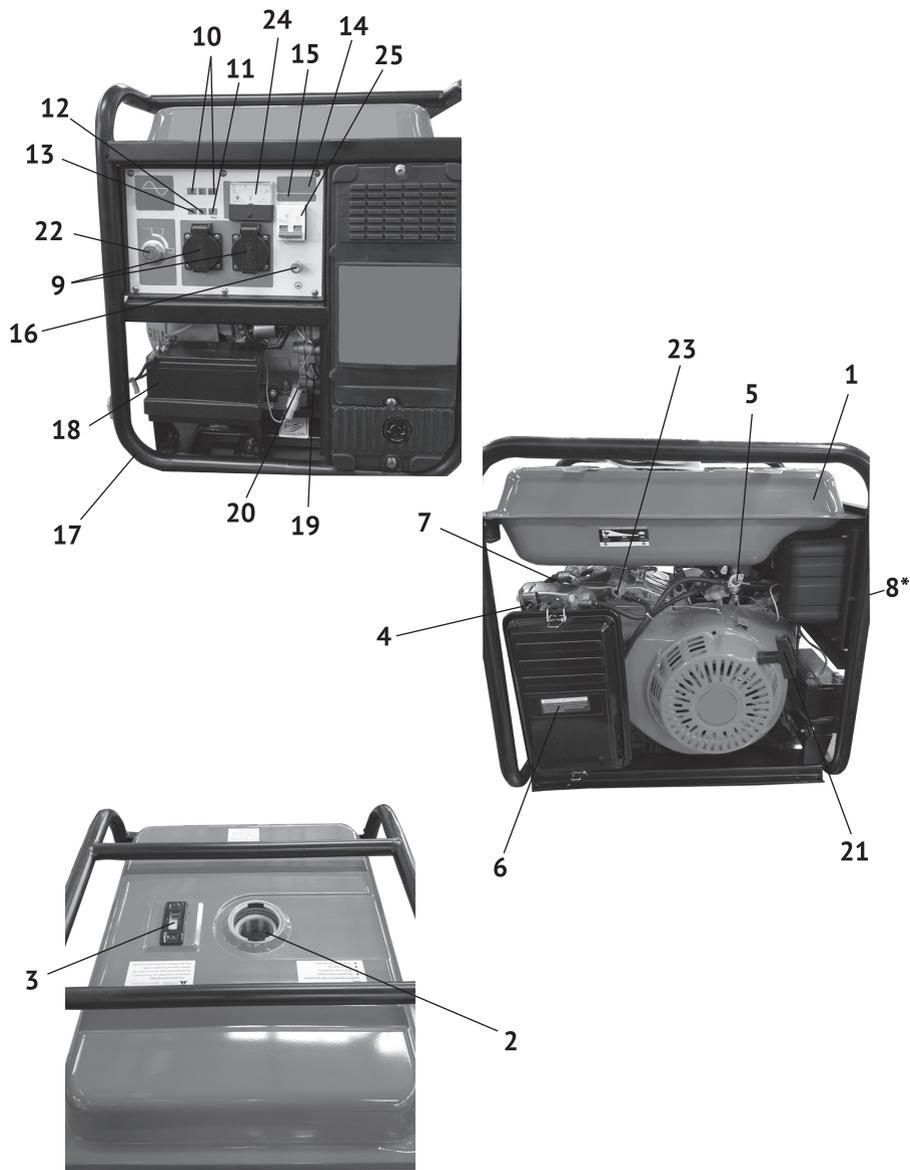

рис.1
Коленчатый вал, приводимый во вращение возвратно-поступательными движениями поршня двигателя, передаёт крутящий момент на вал якоря генератора. Передача осуществляется через коническое сопряжение ротора генератора и вала двигателя. При этом образуется самоцентрирующаяся трёхопорная схема соединения. С обмоток статора генератора напряжение подводится: через систему стабилизации на розетки переменного тока 220В (рис.1 поз.9) или через выпрямительный блок на розетку постоянного тока (рис.1 поз.14). Инверторный преобразователь позволяет бензогенератору выдавать энергию с максимально стабильными параметрами, что позволяет использовать его для питания чувствительных электроприборов и электроники.
2.4 Общий вид бензогенератора представлен на рис.1
3.2 Бензогенератор оснащён одноцилиндровым четырёхтактным двигателем внутреннего сгорания с верхним расположением клапанов и нижним расположением коленчатого вала. Верхнее расположение клапанов снижает теплонапряжённость двигателя. При этом достигается более высокая выходная мощность в меньшем рабочем объёме при эффективном сгорании топлива. Двигатель имеет карбюраторную систему питания. Смазка осуществляется разбрызгиванием масла в картере. Пуск двигателя осуществляется или ручным тросовым возвратным стартером (рис.1 поз.21) или ключом замка зажигания (рис.1 поз.22) электрического стартера.
3.4 Двигатель и генератор закреплены на трубчатой раме (рис.1 поз.17) через амортизаторы, что снижает вибрацию аппарата и уменьшает уровень шума при работе. Все элементы бензогенератора имеют удобный доступ для обслуживания и ремонта.
4.2.3 Обеспечение требований электробезопасности: эксплуатация бензогенератора должна производиться в строгом соответствии с требованиями «Правил техники электробезопасности при эксплуатации электроустановок». Электрическая сеть подключения потребителей относится к системе с изолированной нейтралью, предусматривающей защитное заземление открытых токопроводящих частей корпуса. В зависимости от местных условий (состав грунта, его влажность и т.п.) изменяется качество заземления. Во всех случаях защитное заземление должно иметь сопротивление не более 4-х Ом. Во время работы бензогенератора его клемма заземления (рис.1 поз.16) должна быть подсоединена к заземлителю. Практически это требование может быть реализовано следующими способами:
Выкрутите пробку-щуп (рис.1 поз.19) из маслозаливной горловины и залейте в картер масло необходимой марки до нижнего края горловины, как показано на рис.2. Вставьте сухой чистый щуп в горловину картера и выньте его. Проверьте уровень масла: граница смоченной области щупа должна располагаться между отметками минимального и максимального уровней.
При выборе масла руководствуйтесь требованиями эксплуатационной документации и указаниями по применению конкретного типа масла его производителем. При уровне масла ниже минимально допустимого загорается индикатор (рис.1 поз.11) на панели управления и срабатывает блокировка двигателя при включении зажигания.
Открутите крышку топливного бака (рис.1 поз.1). Заливайте бензин в топливный бак не более чем на 1 см ниже уровня основания заливной горловины (рис.1 поз.2). Перед запуском двигателя тщательно протрите крышку бензобака, удалив возможные при заправке брызги топлива.
6.1.1 Отключить всех потребителей переменного и постоянного тока от генератора. Перевести автоматический выключатель (рис.1 поз.25) в положение «ВыКЛ».
- перевести замок зажигания (рис.1 поз.22) в положение «ВКЛ»;
- открыть топливный кран (рис.1 поз.5);
- вытянуть на себя рычаг воздушной заслонки (рис.1 поз.4) в положение «закрыто» при пуске холодного двигателя (для прогретого двигателя рычаг устанавливается в промежуточном положении);
- резко, с усилием потяните рукоятку стартёра (рис.1 поз.21) до упора, повторите действие ещё раз, если двигатель не завёлся.
- включение двигателя электрическим стартёром производится поворотом ключа замка зажигания (рис.1 поз.22) в положение «ПУСК». Поверните ключ и удерживайте, пока двигатель не заведётся. Не удерживайте ключ электростартёра более 5 сек. Если двигатель не запустился: отпустите ключ зажигания, до возврата в положение «ВКЛ.», выждите 10 сек., затем снова переведите в положение «ПУСК». После запуска двигателя отпустите ключ зажигания для обеспечения его самовозврата в среднее положение «ВКЛ.».